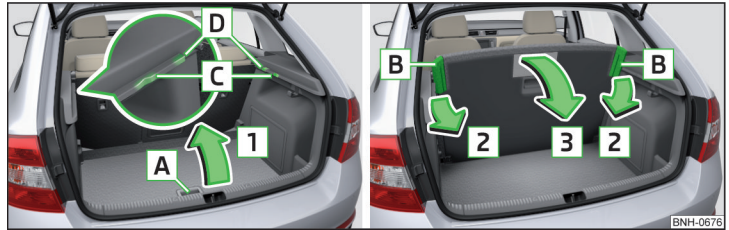

Abb. 118 Variablen Ladeboden hochklappen/herunterklappen
- › Den variablen Ladeboden am Griff **A** in Pfeilrichtung **1** anheben. Die klappbaren Ecken **B** müssen in den Bereichen **C** oder **D** („Parkstellung“) gesichert werden » Abb. 118.